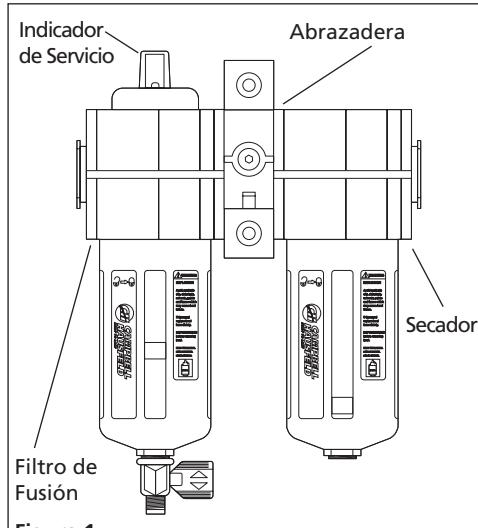

Figura 1
4. Para reemplazar el filtro de fusión - El indicador de servicio del filtro de fusión (mostrado en la Figura 1) le indicará cuando necesita reemplazarlo. Cuando el indicador esté en rojo debe reemplazar el